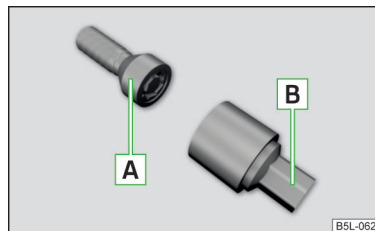

Abb. 278
Die Anti-Diebstahl-Radschrauben schützen die Räder vor einem Diebstahl. Diese lassen sich ausschließlich mit dem Aufsatzstück **B** » **Abb. 278 lösen/festziehen**.
- › Den Radschlüssel bis zum Anschlag auf die Radschraube stecken. Für die Anti-Diebstahl-Radschrauben das zugehörige Aufsatzstück verwenden » **Abb. 278 auf Seite 243**.